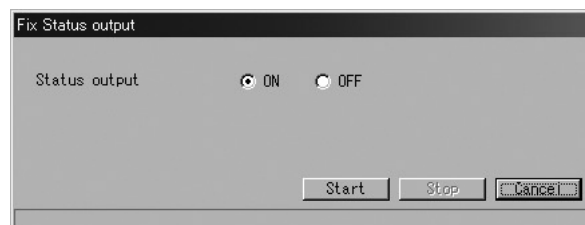

図88
- ① 画面上部メニューの「Diag/Service(T)」をクリックし、「Loop test」のドロップダウンリストの中から「Fix Status output」を選び再度クリックします。
- ② 図88のようなメッセージボックスが現れます。模擬出力状態“ON”または“OFF”を選択し、「Start」ボタンをクリックしてください。